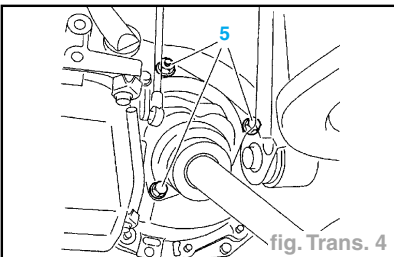

fig. Trans. 4
- Déposer les vis et l'écrou (5) (fig. Trans. 4).